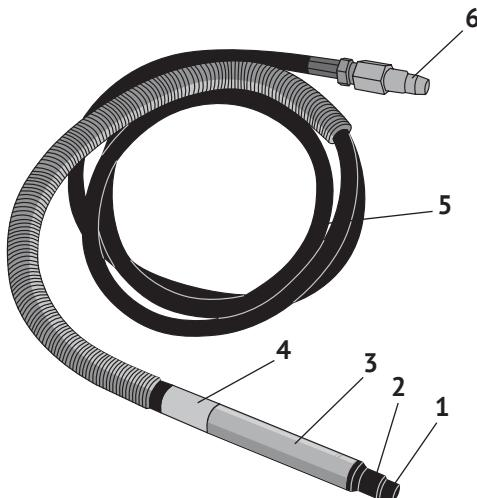

рис. 1
Включение гравёра осуществляется поворотом кольца выключения (рис.1 поз.4) по часовой стрелке. Отключение гравёра осуществляется поворотом кольца против часовой стрелки.
4.1 Общий вид гравёра схематично представлен на рис. 1
Основные элементы гравёра: ротационный пневмодвигатель и пусковое устройство расположены в металлическом корпусе (рис.1 поз.3), выполненном в виде карандаша. Такая форма удобна как для работы при хвате «пером» (работа с мелкими надписями, деталями), так и при охвате инструмента всей ладонью.
В передней части гравёра расположен цанговый патрон (рис.1 поз.2) в который крепятся насадки для проведения различных работ.
Включение гравёра осуществляется поворотом кольца выключения (рис.1 поз.4) по часовой стрелке, открывая доступ скатого воздуха к пневмодвигателю. Отключение гравёра осуществляется поворотом кольца против часовой стрелки.
- зафиксировать ключом цанговый патрон (рис.1 поз.2);
- вторым ключом (ключи входят в комплект поставки) ослабить гайку цанги (рис.1 поз.1);
6.4 Перед соединением шланга для подачи воздуха с гравёром, его необходимо предварительно продуть. Добавьте 4 - 5 капель масла во входной штуцер (рис.1 поз.6) шланга гравёра для смазки внутренних механизмов.
- подсоедините один конец воздушного шланга к компрессору, а второй – к входному штуцеру (рис.1 поз.6) шланга пневматического гравёра;